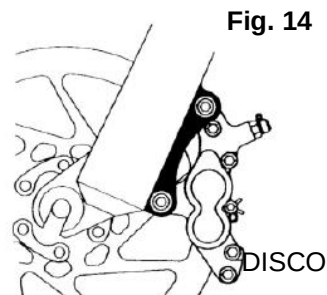
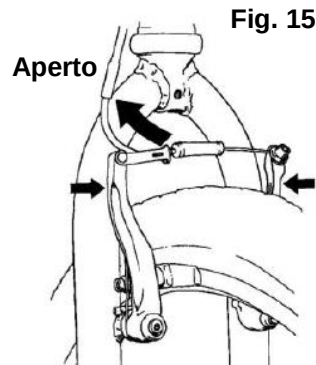

Fig. 14
Fig. 15
3. Alcuni freni per bicicletta, come i freni a disco (fig. 14) e i freni a V (fig. 15), sono estremamente potenti. Assicurarsi di familiarizzare con questi freni e utilizzarli con particolare cura.
La maggior parte dei freni a pattino presentano una sorta di meccanismo a sgancio rapido per consentire alle ganasce di liberare lo pneumatico durante lo smontaggio e l'installazione di una ruota. Quando il meccanismo di sgancio rapido del freno si trova in posizione aperta, i freni non funzionano. Chiedere al proprio rivenditore di assicurarsi di illustrare chiaramente come funziona il meccanismo a sgancio rapido dei freni della bicicletta (fig. 14, 15, 16, 17 e 18) e controllare sempre che entrambi i freni funzionino in maniera corretta prima di montare sulla bicicletta.